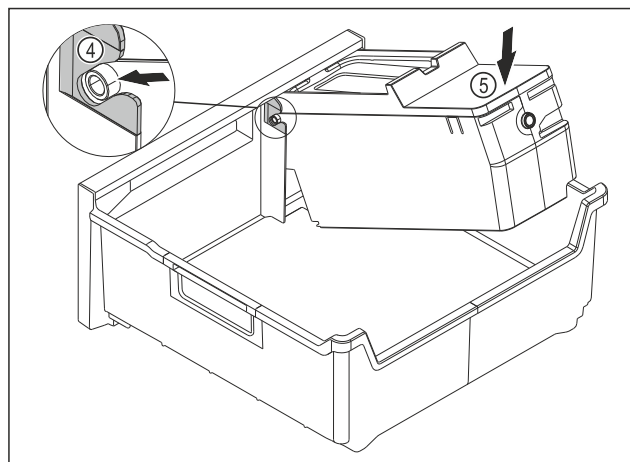

Fig. 82
- EasyTwist-Ice-Korpus montieren: Achsen des EasyTwist-Ice-Korpus in die Führungen Fig. 82 (4) einschieben.
- EasyTwist-Ice-Korpus Fig. 82 (5) hinten nach unten drücken.